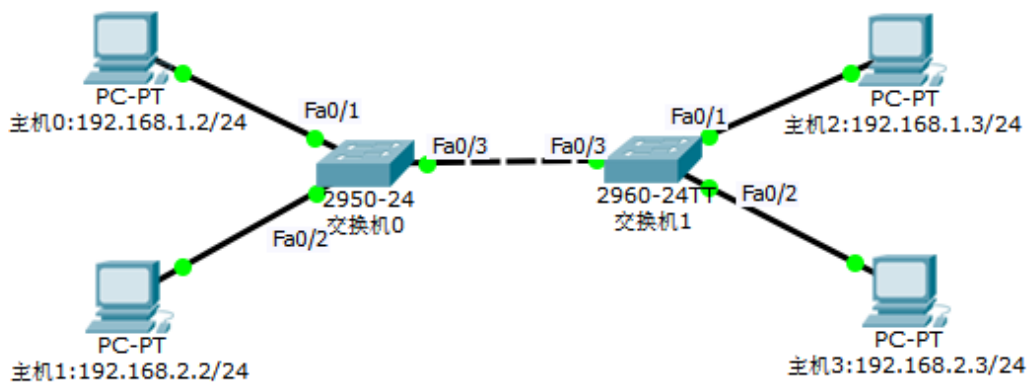

图 2-3 虚拟局域网配置拓扑图
①为实现上述虚拟局域网的划分,对交换机的端口参数进行规划,并填入表 2-3 中。
②使用思科模拟器,参照拓扑图 4-3 搭建网络平台,平台搭建过程中应按照图图 2-3 对交换机进行选型(交换机 0 型号为 2950,交换机 1 型号为 2960),并检查设备运行情况。
③根据拓扑图 2-3 给出的信息,对主机 0、主机 1、主机 2 和主机 3 的 IP 地址、子网掩码进行配置。
④根据表 4-3 中填入的参数,对交换机 0 和交换机 1 的端口模式、VLAN 号等进行配置。
⑤通过 ping 命令检验主机之间通信状态,要求主机 0 与主机 2 可通信,但与其他主机不可通信;主机 1 与主机 3 可通信,但与其他主机不可通信。
⑥完成上述任务后将思科模拟文件进行保存,保存格式 D:\技能抽查\2-3 \学号姓名.pkt。同时对交换机 0 和交换机 1 的配置命令脚本进行保存,保存格式 D:\技能抽查\2-3 \学号姓名+设备型号.txt。